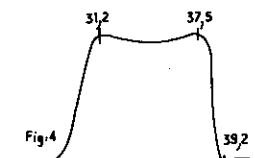

Fig. 7
- Visser 240 pour avoir la courbe de la fig. 7.